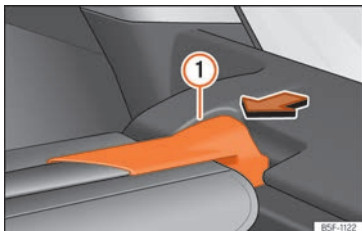

Abb. 174 Im Kofferraum: Abdeckung ausbauen.
- Drücken Sie die Aufhängung der Abdeckung »» **Abb. 174** ① in Pfeilrichtung.
- Lassen Sie die Aufhängung der Abdeckung »» **Abb. 174** ① in der rechten Aufnahme einrasten.
- Prüfen, dass der Träger »» **Abb. 174** ① eingerastet ist.